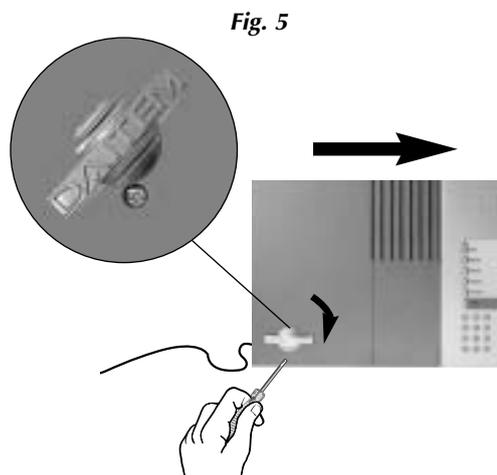

Fig. 5
- Cerrar el capot de la central haciendo girar hacia la derecha (Fig. 5).
- Atornillar el tornillo del frontal y rebajar el logotipo (Fig. 5).